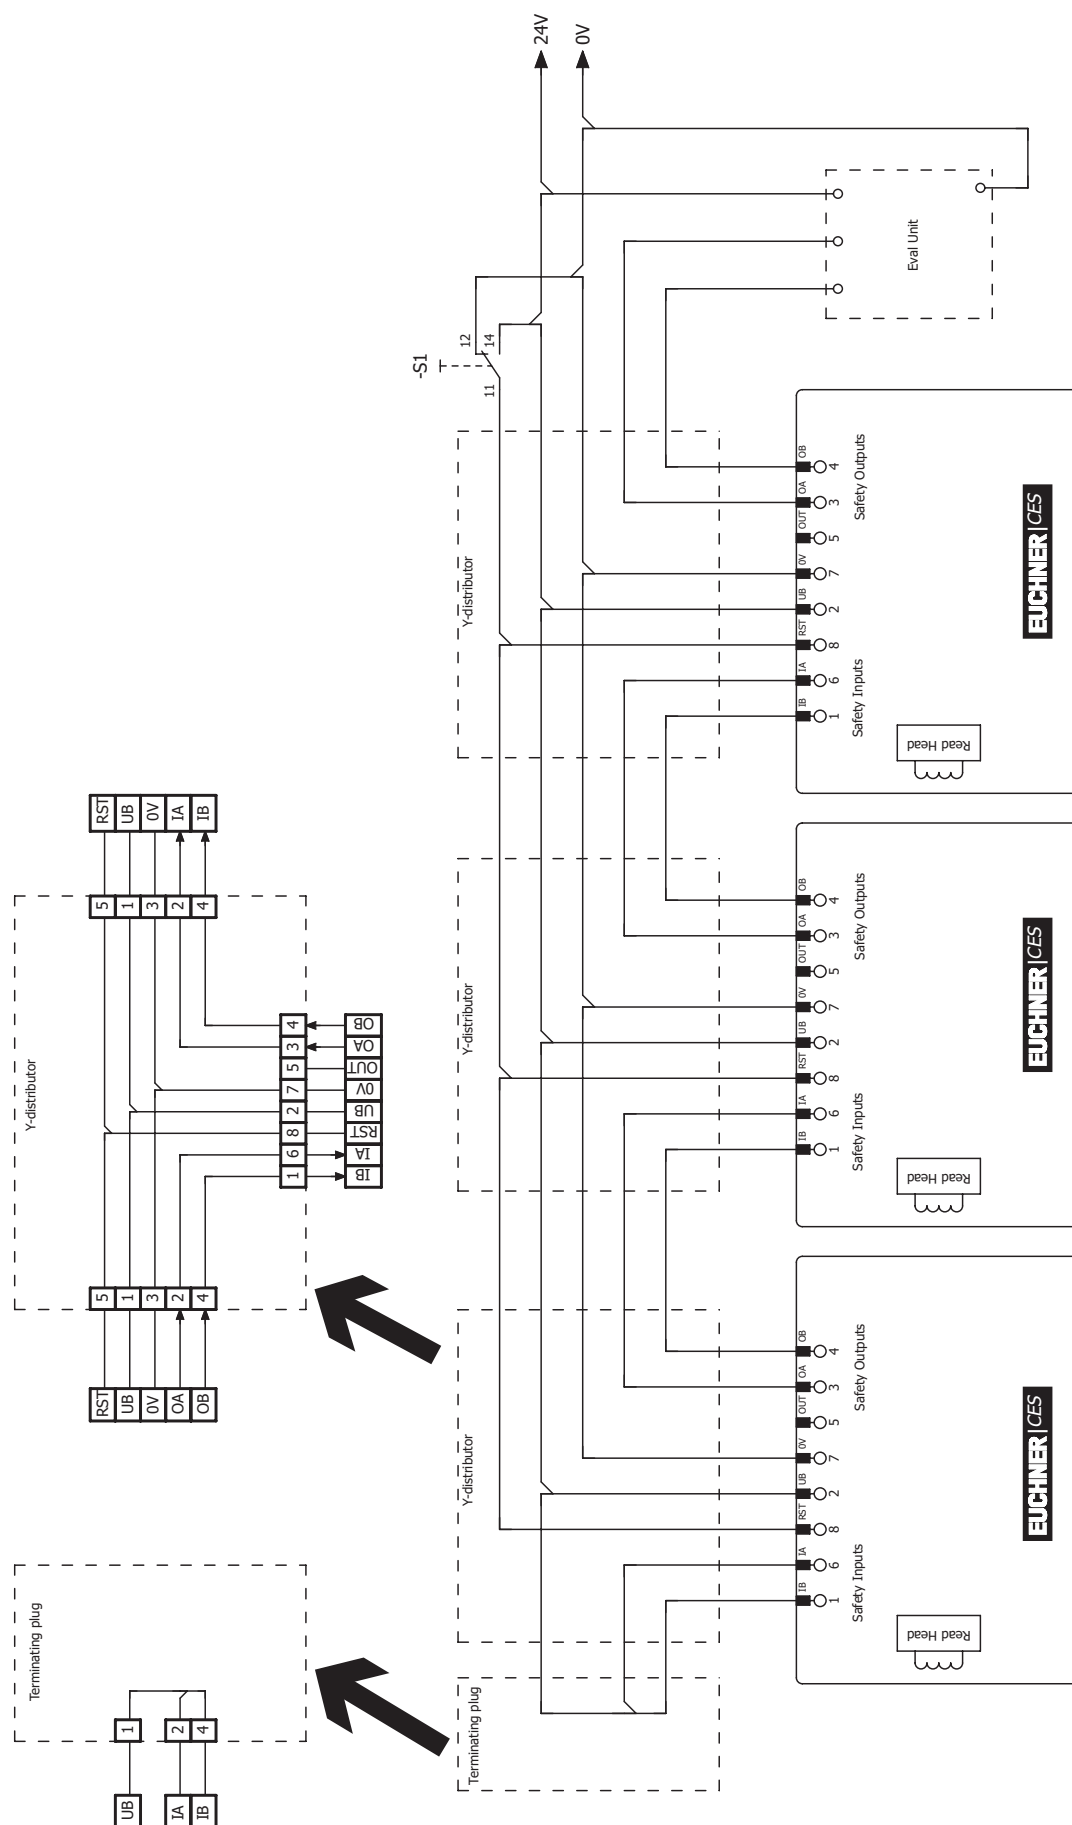

Fig. 4: Esempio di collegamento in serie con reset e deviatore
- › Si dovrà utilizzare un segnale comune per tutti i finecorsa di una catena. Questo potrebbe provenire da un deviatore oppure dall'uscita di un sistema di controllo. Un pulsante, in questo caso, non è idoneo poiché durante l'esercizio il reset deve sempre essere applicato a GND (vedere finecorsa S1 alla Fig. 4 a pagina 18).
Perché questo sia possibile, l'ingresso RST deve essere collegato come illustrato alla Fig. 4 a pagina 18.